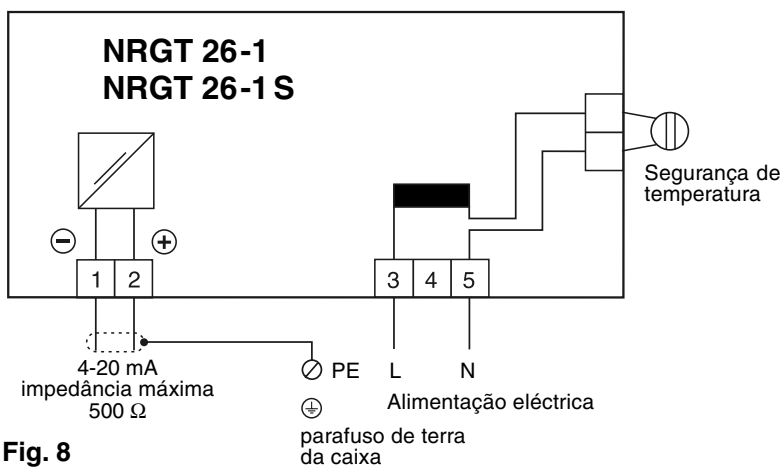

Fig. 8
1. Verificar se o sistema NRGT 26-1, NRGT 26-1S está ligado de acordo com o esquema eléctrico. **Fig. 8**